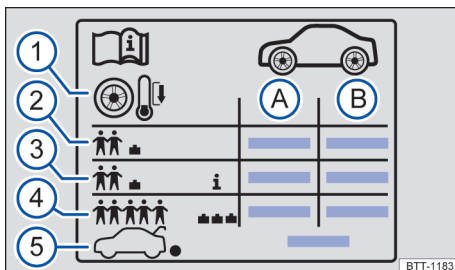

Fig. 233 Símbolos na etiqueta de pressão dos pneus.
Indicações na etiqueta Fig. 233:
Dependendo do veículo, a etiqueta pode conter uma pressão conforto dos pneus → Fig. 233 ③. A pressão de conforto dos pneus possibilita aumentar o conforto da condução. Ao conduzir com a pressão de conforto dos pneus, pode aumentar o consumo de combustível.